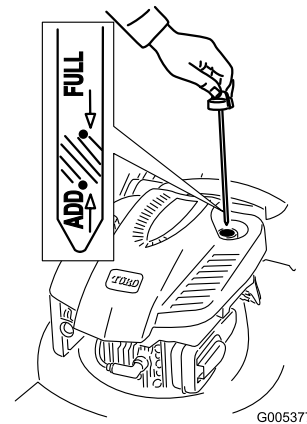

Figura 8
1. Retire la varilla (Figura 8).
2. **Lentamente**, vierta aceite en el tubo de llenado hasta que el nivel llegue a la marca **Full** (lleno) de la varilla (Figura 8). **No llene demasiado.** (Capacidad máxima: 0,59 l, tipo: SAE 30, aceite detergente con clasificación de servicio API SF, SG, SH, SJ, SL o superior.)